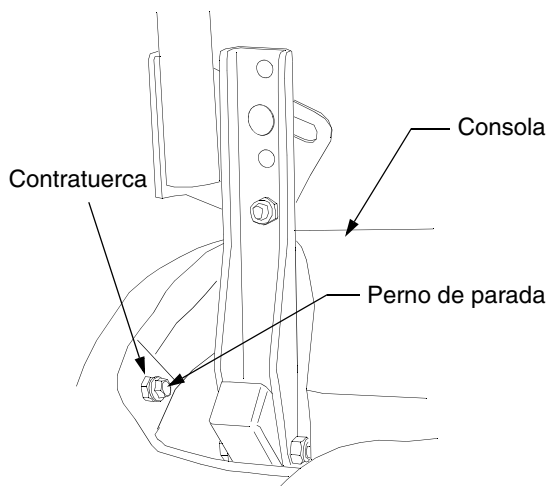

Figura 28
- Ubique el perno de parada aplicable en la consola izquierda o derecha. Vea Figura 28.